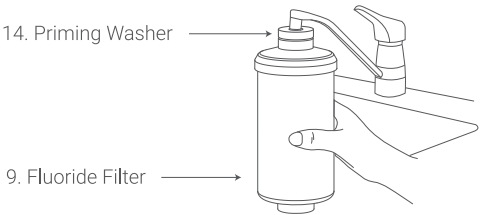

Figure 4
Attach the Fluoride Filter (9) to the water outlet of your faucet, making a tight seal with the Priming Washer (14), and flush the Fluoride Filter (9) for at least 120 seconds or until the water runs clear. (Figure 4)
Bringen Sie den Fluoridfilter (9) am Wasserauslass Ihres Wasserhahns an, indem Sie ihn mit der Ansaugscheibe (14) fest verschließen, und spülen Sie den Fluoridfilter (9) mindestens 120 Sekunden lang oder bis das Wasser klar ist. (Abbildung 4)